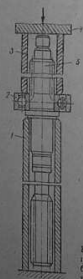
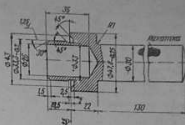

Рис. 79. Напрессовка среднего подшипника автомобиля 2140 на вторичный вал
Рис. 80. Оправка для запрессовки сальника в удлинитель
6. Напрессовка среднего подшипника 2 (рис. 79) на вторичный вал 5 производится под прессом 4. Буртик вторичного вала упирают в торце нижней трубы 1, а усилие штока прессы приспавывают через верхнюю трубку 3 к внутреннему кольцу подшипника. Для запрессовки сальника в удлинитель следует пользоваться оправкой (рис. 80). Вал в сборе с подшипником и ведущей шестерней привода спидометра вводят в удлинитель и ставят упорное кольцо подшипника.